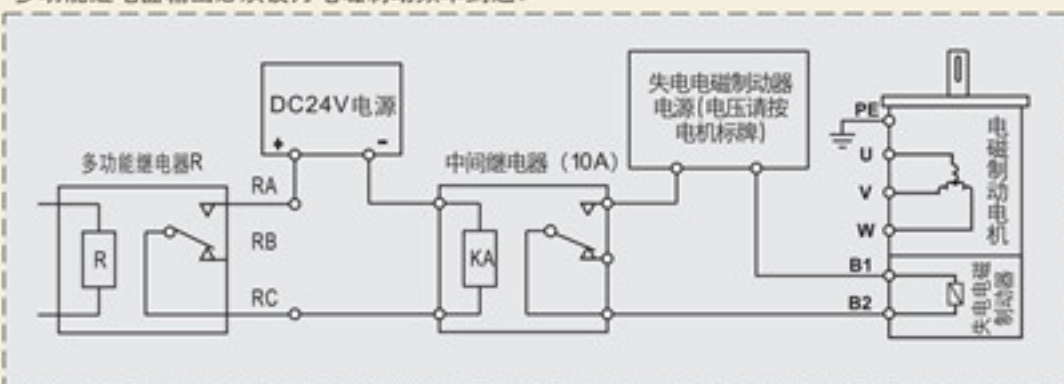

图 7
4. 电磁制动频率到达	连锁控制电磁制动电机的制动器, 保证同步运行, 详见 P-9 接线图中图7。